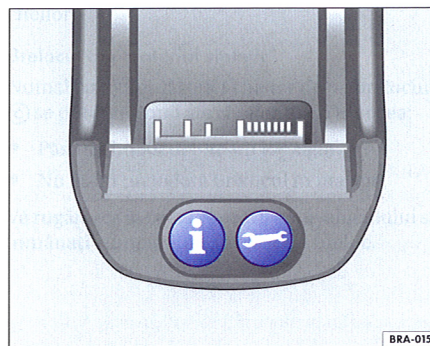

Fig. 24 Tastele pentru apelurile informative și de urgență
- Mențineți tasta ⇒ fig. 24 apăsată mai mult de două secunde. Se caută legătura.